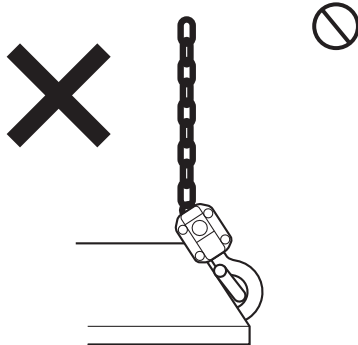
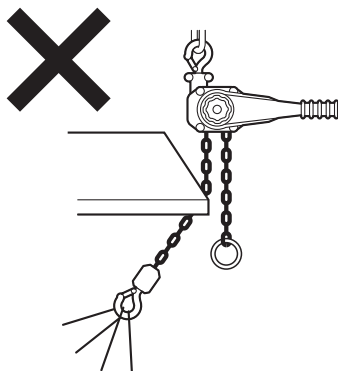

図6
図7
- (15)フックの先端で絶対に荷をつってはいけません。図6
- (16)フックや本体を支点にして使用しないでください。
- (17)上下フックに損傷や変形がある物は使用しないでください。
- (18)ロードチェーンが変形したり傷付いたレバーホイストは絶対に使用しないでください。
- (19)ロードチェーンを鉄板等の角に当てて操作しないでください。図7